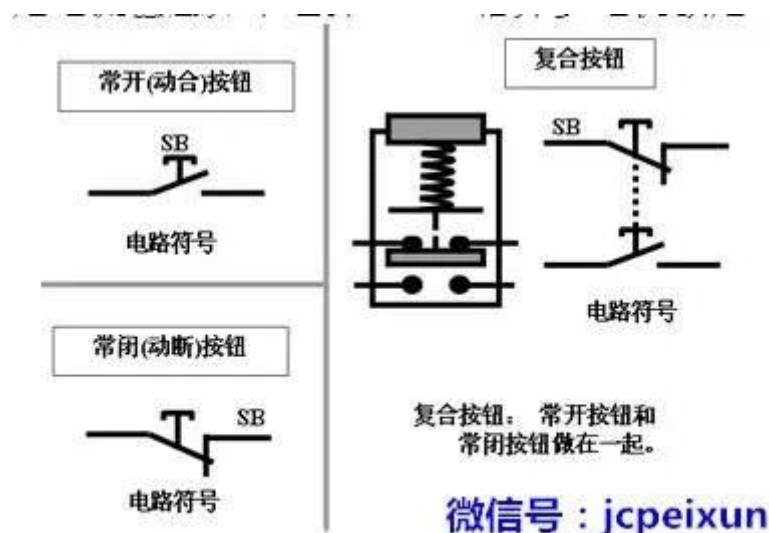

图 5-7 按钮的结构和符号
2) . 按钮 按钮常用于接通、断开控制电路，它的结构和电路符号见图 5-7。